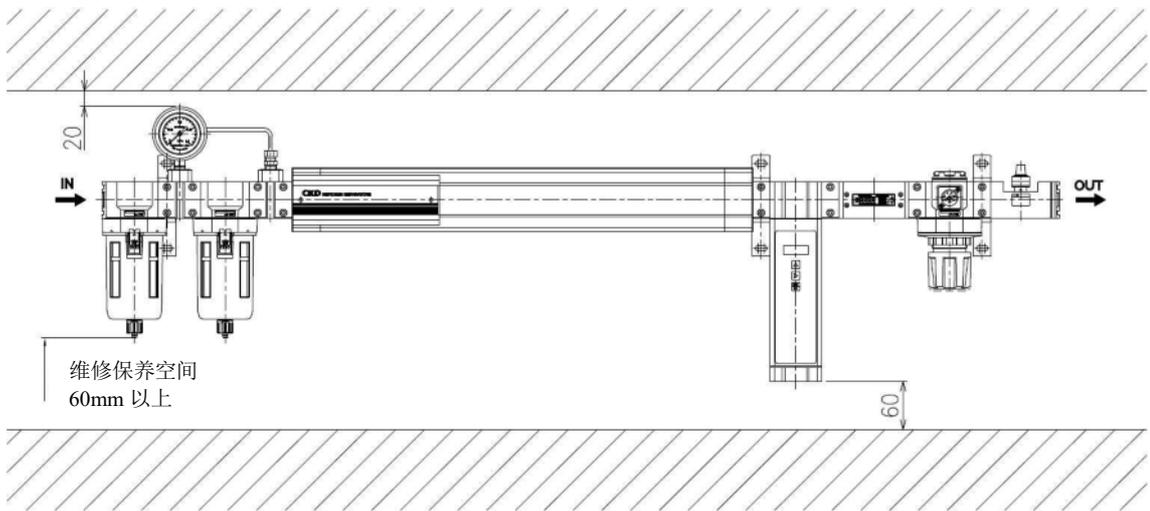

图 6
- 4) 为了便于拆解清扫，请保证顶部留有 20mm 以上，过滤器下部留有 60mm 以上的空间。（如图 6 所示）